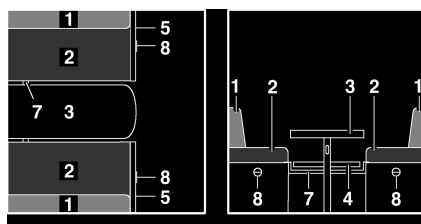

Fig. 102 Avant la transformation
- Agrandir la table (Fig. 102,3) et la transformer en sommier de lit (voir paragraphe 7.7).
- Insérer la barrette (Fig. 102,7) ou tirer vers l'intérieur. La barrette est positionnée correctement si elle maintient le plateau de table environ 15 - 20 cm derrière le pied de table.
- Tirer sur la poignée (Fig. 102,8) et ouvrir le portillon (Fig. 102,5).